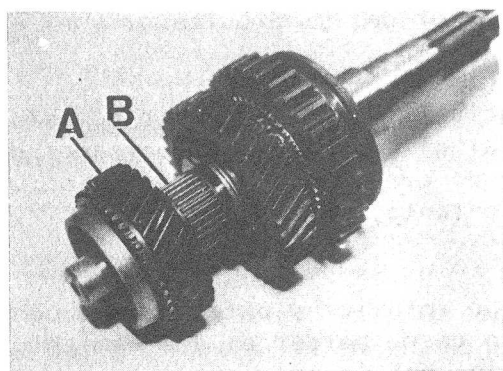

Fig. C1-121 Conjunto eje principal
1.4. Extraer el engranaje, A (Fig. C1-121) de 3a velocidad.
1.5. Extraer el rodamiento, B (Fig. C1-121) de rodillos del engranaje de 3a velocidad.